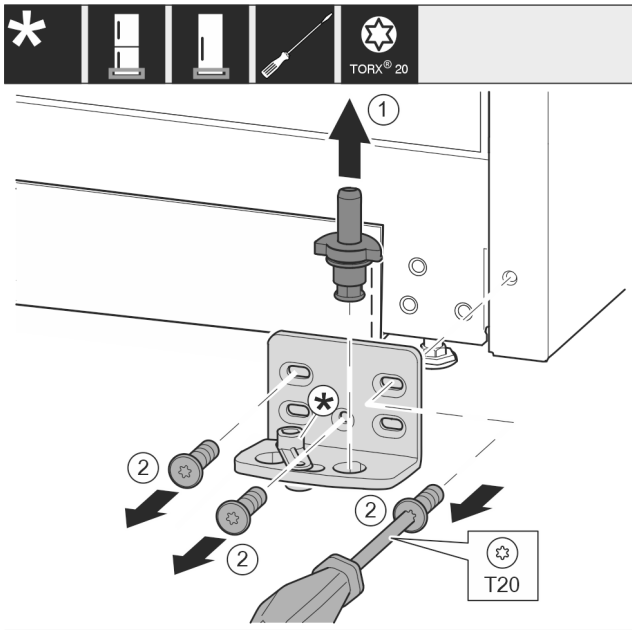

Fig. 17
- ▶ Опорный палец Fig. 17 (1) полностью извлеките движением вверх.
- ▶ Открутите винты Fig. 17 (2) отверткой и снимите опорный кронштейн.